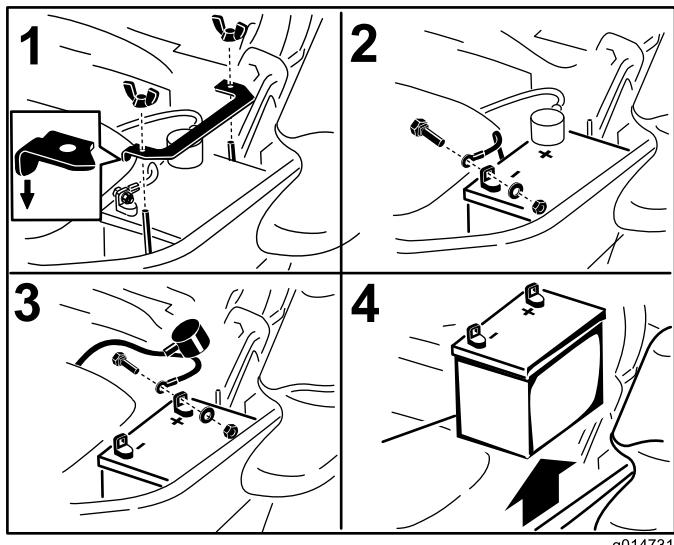

Figure 58
3. Commencez par débrancher le câble négatif (noir) de la borne négative (-) (noire) de la batterie (Figure 58).
4. Enlevez le capuchon rouge de la borne positive (rouge) de la batterie et débranchez le câble positif (+)(rouge) (Figure 58).
5. Retirez l'écrou à oreilles qui fixe la barrette de maintien de la batterie (Figure 58).
6. Déposez la barrette de maintien (Figure 58).
1. Placez la batterie dans son support en tournant les bornes à l'opposé du réservoir hydraulique (Figure 58).
4. Fixez les câbles avec 2 boulons, 2 rondelles et 2 contre-écrous (Figure 58).
6. Reposez la barrette de maintien et fixez-la avec l'écrou à oreilles (Figure 58).